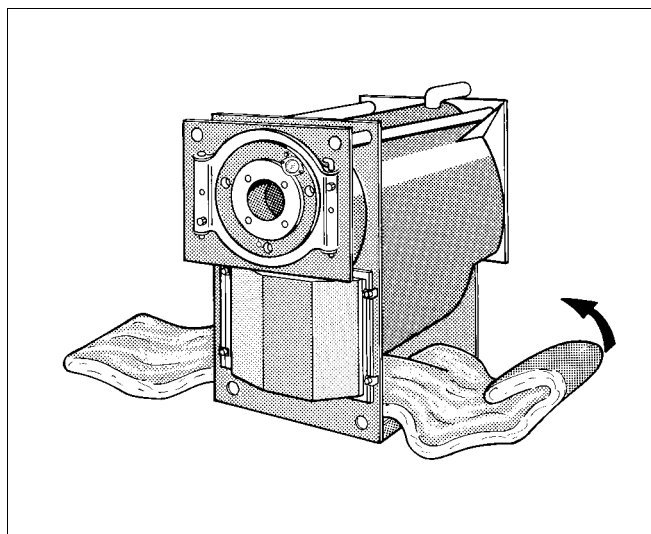

Рис. 4 Укладка теплоизоляции
При монтаже теплоизоляционных матов нужно следить за тем, чтобы ткань находилась снаружи, а вырезы располагались сзади (рис. 4).
- Протяните теплоизоляцию под котлом (рис. 4).